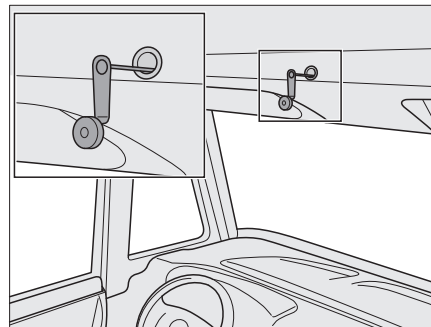

Bild 167 Notbedienung für elektrisches Hubbett
- ▷ Bei Stromausfall kann das elektrische Hubbett auch mit einer Notkurbel (Bild 167) bedient werden. Diese befindet sich in der Küchenzeile.